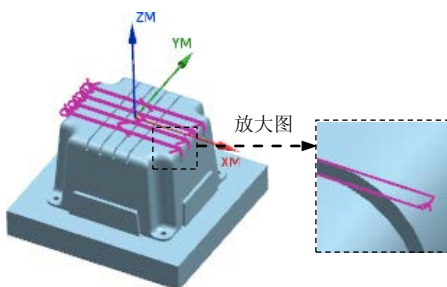

图 20.50 创建边界
Step4. 创建其余边界。详细过程参照 Step3，结果如图 20.50 所示。